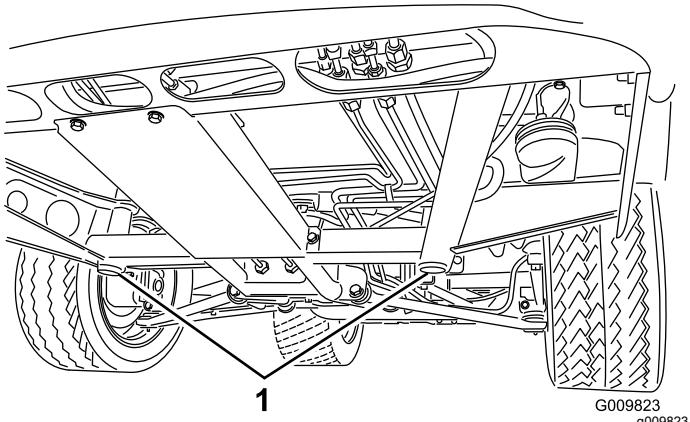
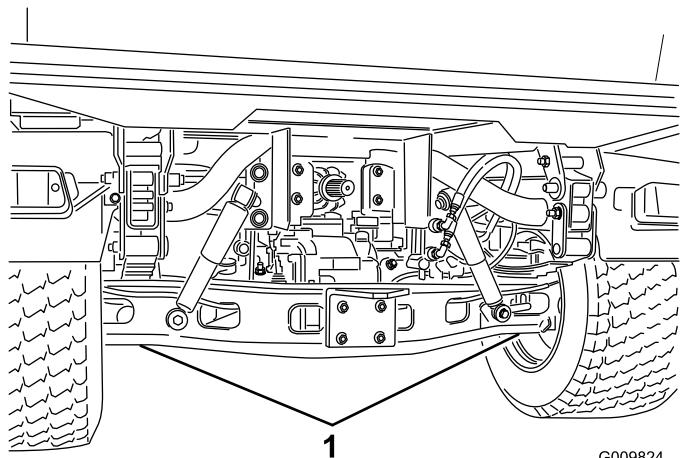

図 37
図 38
- 車両前部のジャッキポイントは前中央のフレームサポート図 37、後部のジャッキポイントはアクスル下図 38にある。